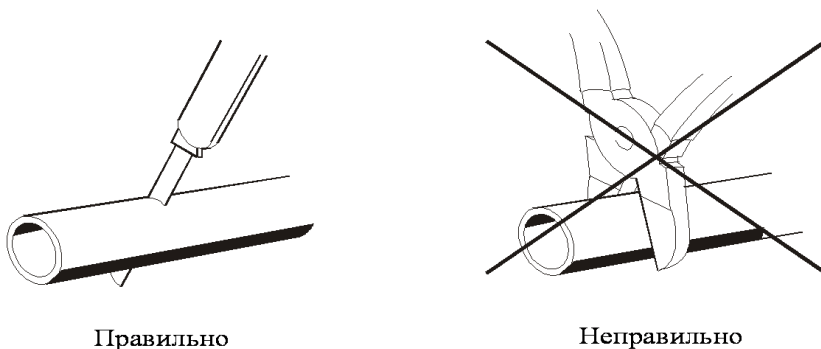

Рис. 9 - Отрезка трубопровода перед установкой.
10.7.2 При монтажных работах отрезку трубопровода производить только острым ножом, согласно рис. 9. На местах среза не допускаются сужение проходного сечения трубопровода, вмятины и заусенцы.